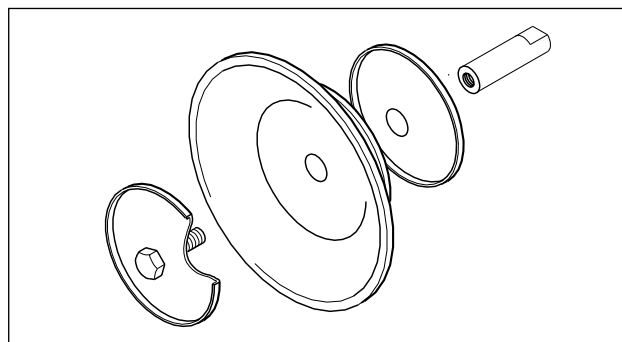

Fig. 13: Montagem das membranas com placa interna e externa
- Bombas DL 40, 50 e 80 com membranas PTFE têm placas de membrana internas mais espessas para a redução e deslocação do curso. No caso de uma adaptação posterior para membranas PTFE é necessário utilizar as respectivas placas (Fig. 13).